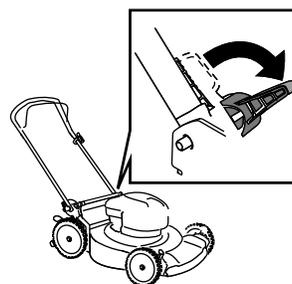

Figura 19
- Abra las palancas de bloqueo del manillar (Figura 19).